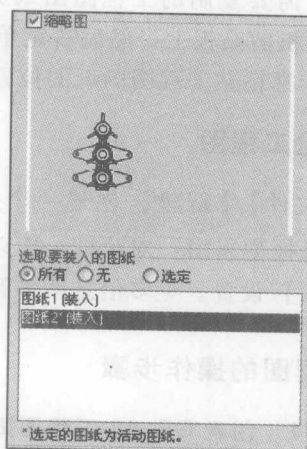

图 1-7 选取要装入的图纸
1. **添加图纸** 打开多图纸工程图时，使用【选取要装入的图纸】选项来选择加载哪张图纸，如图 1-7 所示。